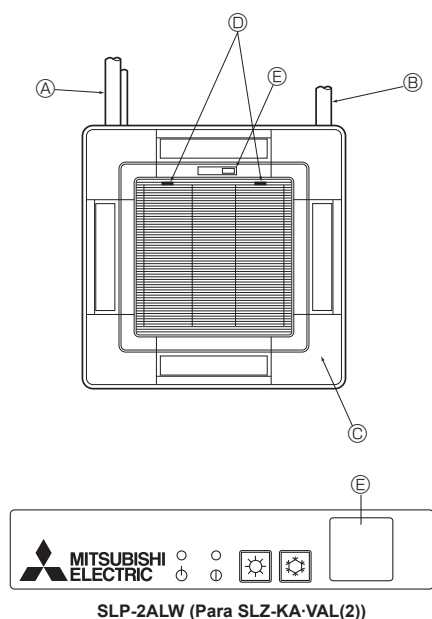

Fig. 8-11
8.5. Instalación de la rejilla de admisión (Fig. 8-11)